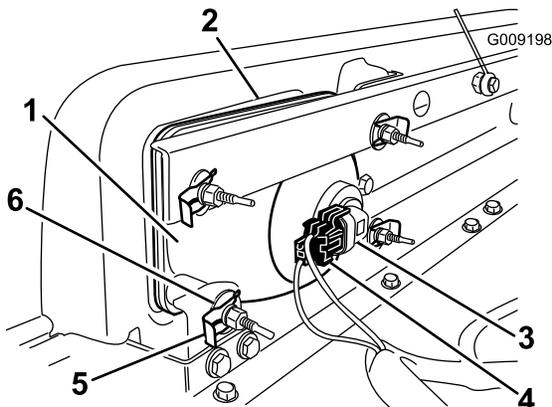

Bild 40
- Schließen Sie den elektrischen Anschluss für den Kabelbaum vom Lampenanschluss ab (Bild 40).
- Entfernen Sie die Schellen und Scheiben, mit denen der Scheinwerfer an der Scheinwerferhalterung befestigt ist (Bild 40).
- Schieben Sie den Scheinwerfer nach vorne durch die Öffnung in der vorderen Stoßstange und entfernen Sie ihn (Bild 40).
- Setzen Sie den neuen Scheinwerfer durch die Öffnung in der Stoßstange ein (Bild 40). Achten Sie darauf, dass die Ausrichtungstreben mit den Löchern in der Befestigungshalterung hinter der Stoßstange ausgefluchtet sind.
- Schließen Sie den elektrischen Anschluss für den Kabelbaum am Lampenanschluss an (Bild 40).